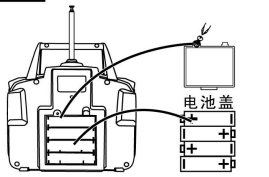

图2
2. 电池的安装方法：先拧开电池盖螺丝，然后打开遥控器的电池盖，依照电池箱的电极指示正确地放入4节“AA”电池（电池须另购）。如图2